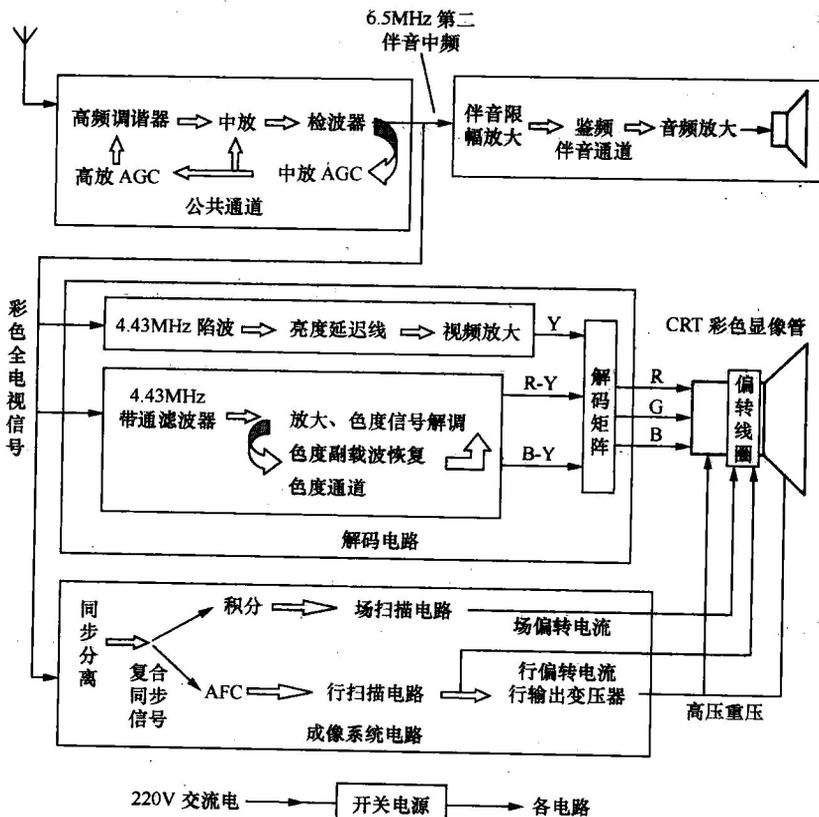

图 2.1 彩色电视机整机方框图
电视机是电视信号接收机的简称，它的作用就是把电视台发送的或者有线电视传输的高频电视信号（含有图像信号和伴音信号），经过选择、放大、解调等一系列处理后，在荧光屏上显示图像，在扬声器里发出伴音。其图像的显示是显像管电-光的转换，伴音的重现是扬声器电-声的转换。典型的 PALD 型彩色电视机的电路方框图如图 2.1 所示。
(1) 亮度通道和色度通道：由图 2.1 可见，彩色电视信号进入解码器电路就分成两路，一路信号是送到亮度通道，先经过 4.43MHz 陷波器陷波分离出亮度信号，再经过放大、延时送到解码矩阵电路。因此，亮度通道出现故障表现为亮度信号的丢失、光栅亮度异常（太亮或者太暗，甚至无光）、彩色镶边、对比度异常等。另一路信号是送到色度通道，先经过 4.43MHz 的带通滤波器分离出色度信号，再经过放大、解调等一系列处理还原成两个色差信号 U_{R-Y} 和 U_{B-Y} ，送到解码矩阵电路。所以，这部分电路出现故障将没有彩色或者彩色不正常（色调不正常、缺色、色彩爬行等）。
(2) 解码矩阵电路：解码矩阵电路是把由色度通道送来的两个色差信号，先经过 G-Y 矩阵电路产生 U_{G-Y} 色差信号，然后，亮度通道送来的亮度信号和基色矩阵送来的 3 个色差信号